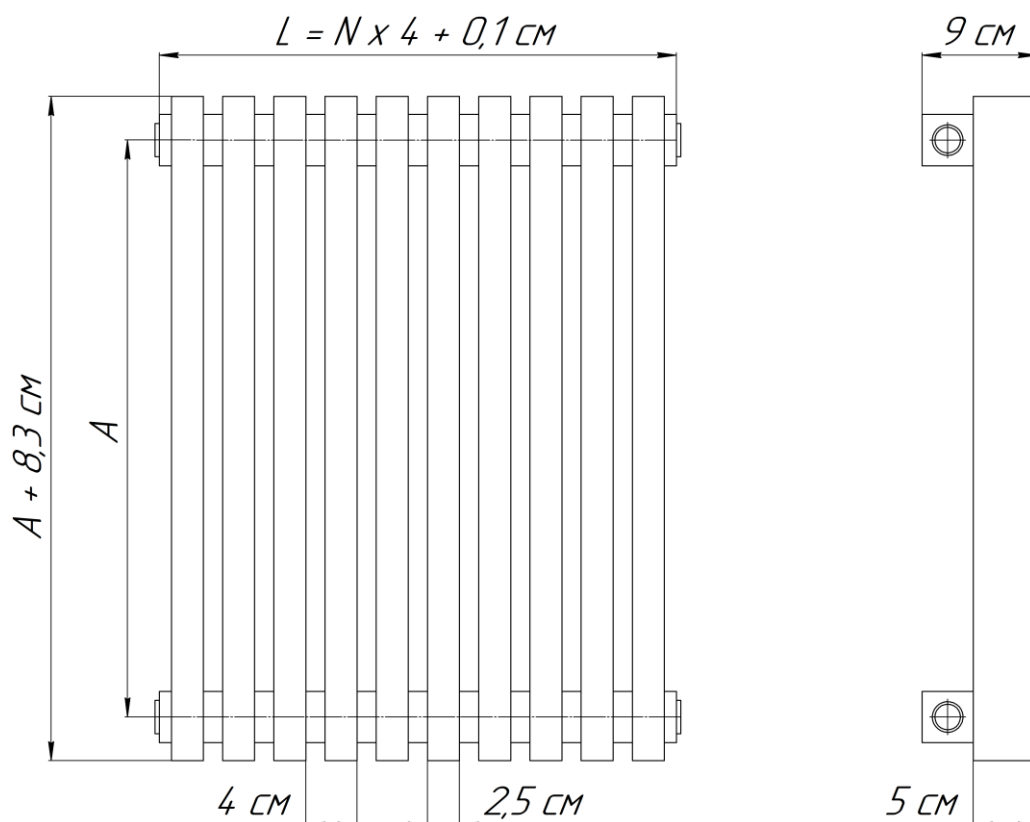

Рис. 1 Радиатор «QUADRUN 50 V», где A: – межцентровый (монтажный) размер, см; N – количество секций; L – габаритная длина, см.
2.1. Основные размеры и параметры радиаторов приведены на рис.1 и в Таблице №1.